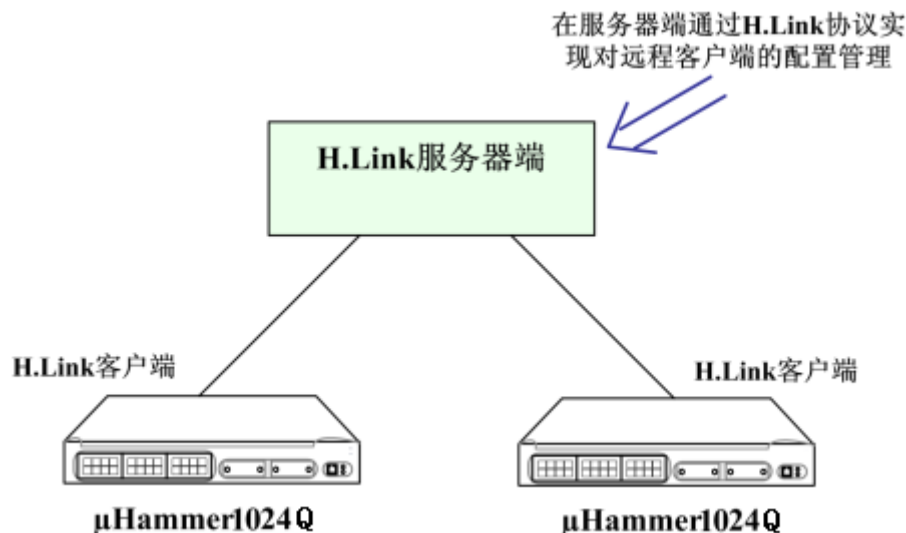

图 4-1 通过 H.Link 对远程 μHammer1024Q 交换机进行集中管理
H.Link 协议分为客户端和服务端，在 μHammer1024Q 交换机上运行的是客户端程序，在 μHammer24E 交换机上运行的是服务器端程序，如图 4-1 所示。服务器将多个远程子设备映射为本地虚拟子设备，通过虚拟子设备实现对远程设备的本地化、集中化管理。当服务器端设备发现新加入的客户端设备后，就可以对新设备进行配置，配置命令与使用 Console 口管理的类似，不需要通过串口将计算机与 μHammer1024Q 交换机直接相连就能配置设备，方便维护，提高了效率。H.Link 服务器可以同时管理多台作为客户端的交换机，并且提供配置模板，定义好模板后，就可以把模板配置应用到所有相同型号的交换机上。